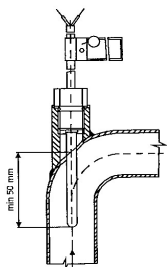

Рис. 7 DN 15-100
4.9.6 Для правильного измерения температуры в трубопроводе необходимо, чтобы активная часть термодатчика сопротивления находилась в середине сечения трубопровода. (см. рис. 7–9)